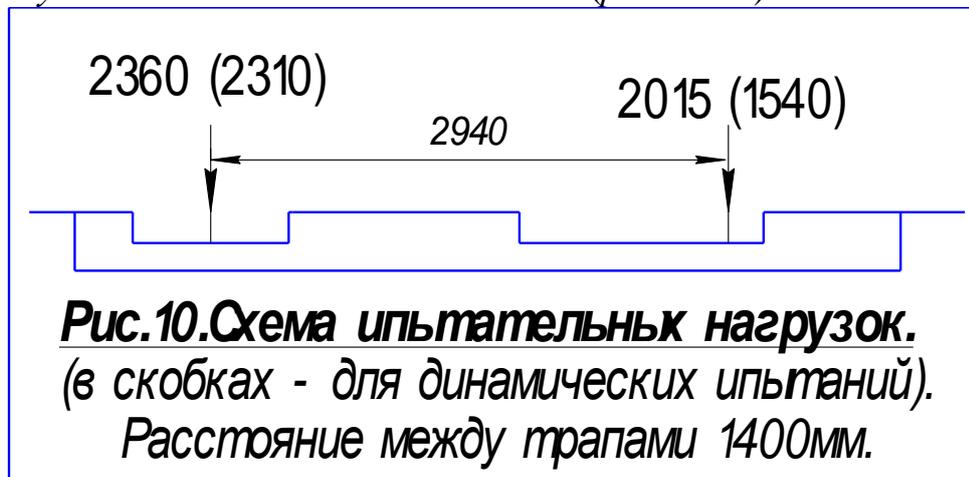

Рис.10.Схема испытательных нагрузок.
- установить груз согласно схеме приложения испытательных нагрузок (рис.10) и выдержать в течение 10 минут;
- установить груз согласно схеме приложения испытательных нагрузок (рис.10);